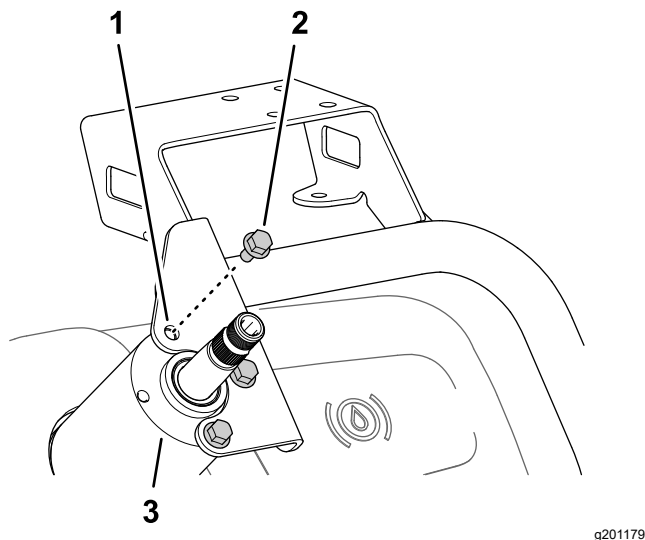

Рисунок 170
- Установите крепление монитора на корпус клапана рулевого управления (Рисунок 170) с помощью 3 болтов с фланцевыми головками (6 x 12 мм).